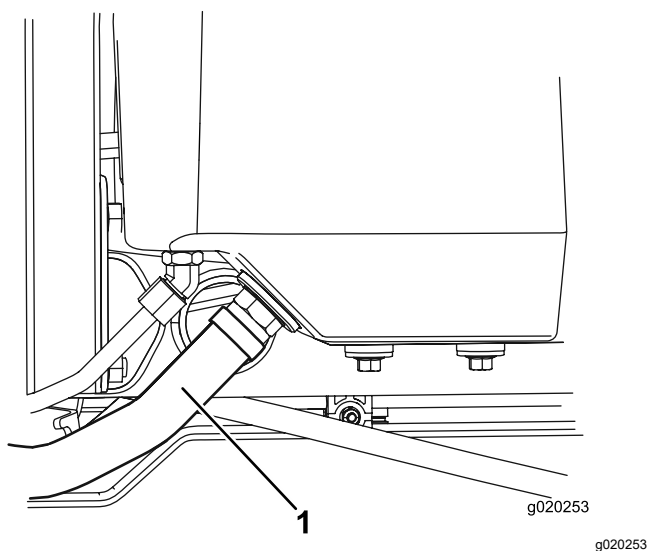

Figura 92
2. Scollegate il flessibile idraulico grande (Figura 92) dal serbatoio e lasciate fuoriuscire il fluido idraulico nella bacinella.